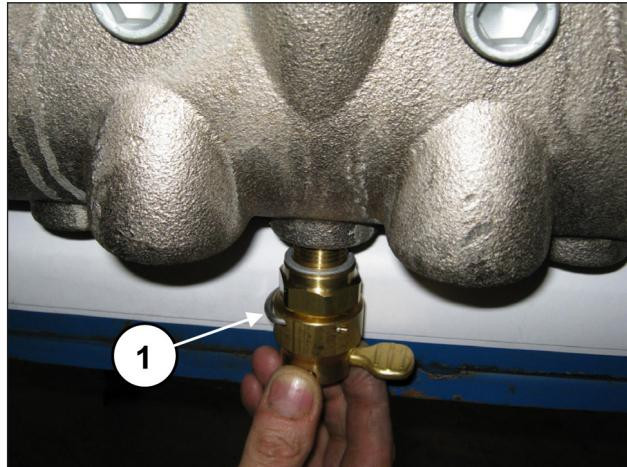
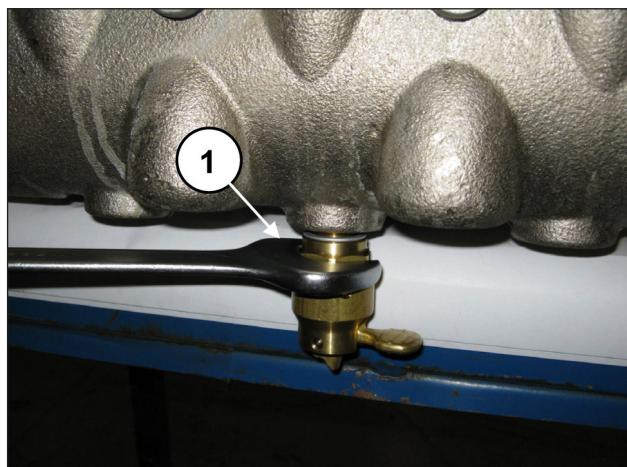

Fig. 133
Fig. 134
Aplique os dispositivos de abertura das válvulas (pos. ①, Fig. 133) e aperte-os mediante chave de 30 mm (pos. ①, Fig. 134).